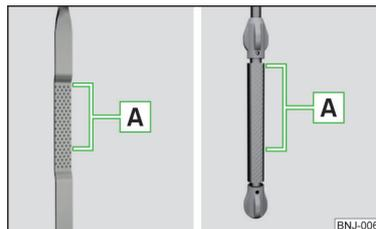

Abb. 147
Ölmesstab » Abb. 147
- Der Ölstand darf keinesfalls oberhalb oder unterhalb des Bereichs  » Abb. 147 liegen - es besteht die Beschädigungsgefahr des Motors sowie der Abgasanlage!